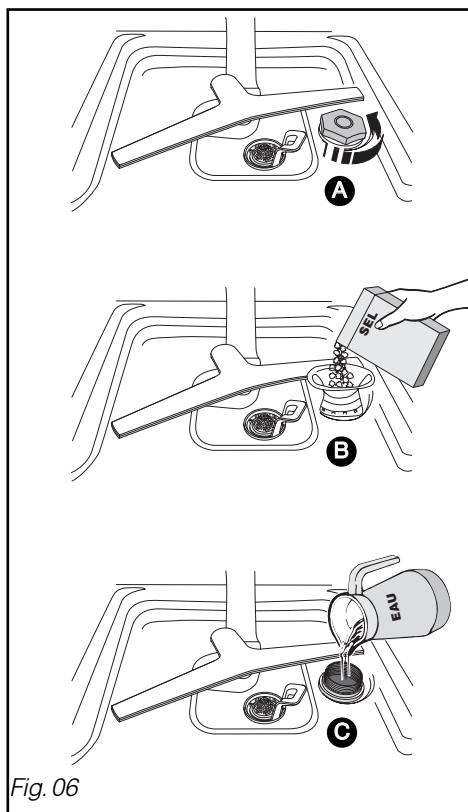

Fig. 06
• **Le chargement du sel régénérant (Fig. 06)**